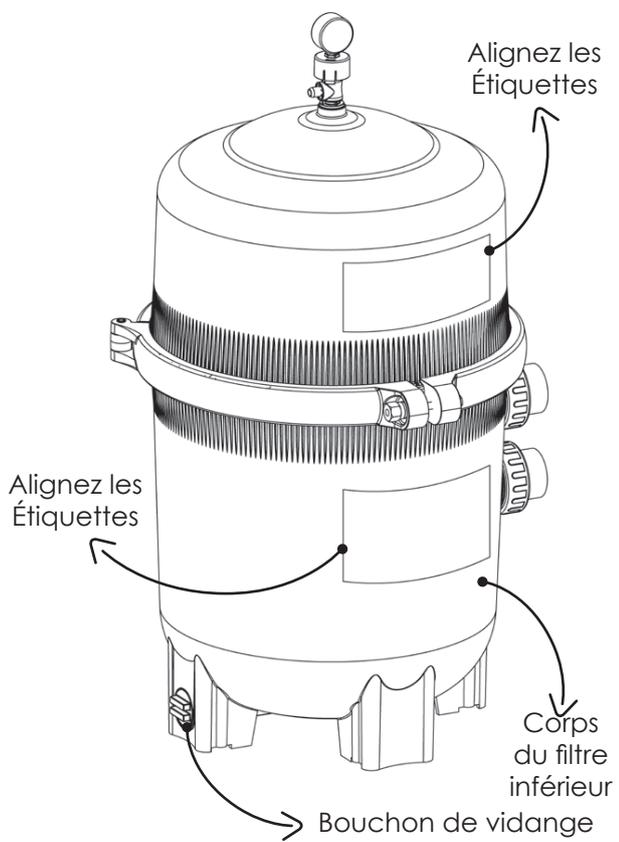

Figure 9
1. Rincez et éliminez toute saleté ou débris du fond du corps du filtre inférieur. (Voir Fig 9)